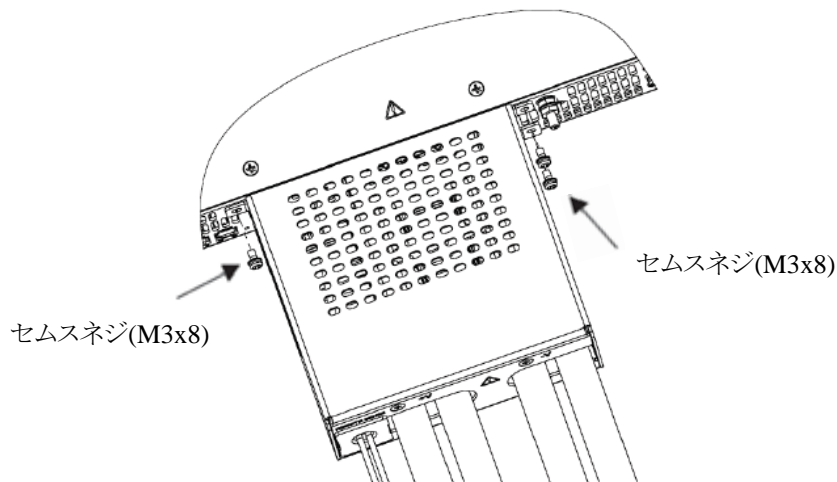

図4-67 出力端子カバーのリアパネルへの取り付け方法
4. 図4-67に示すようにセムスネジ(M3x8、製品に添付されています)を使用して、電源のリアパネルに出力端子カバーを取り付けます。